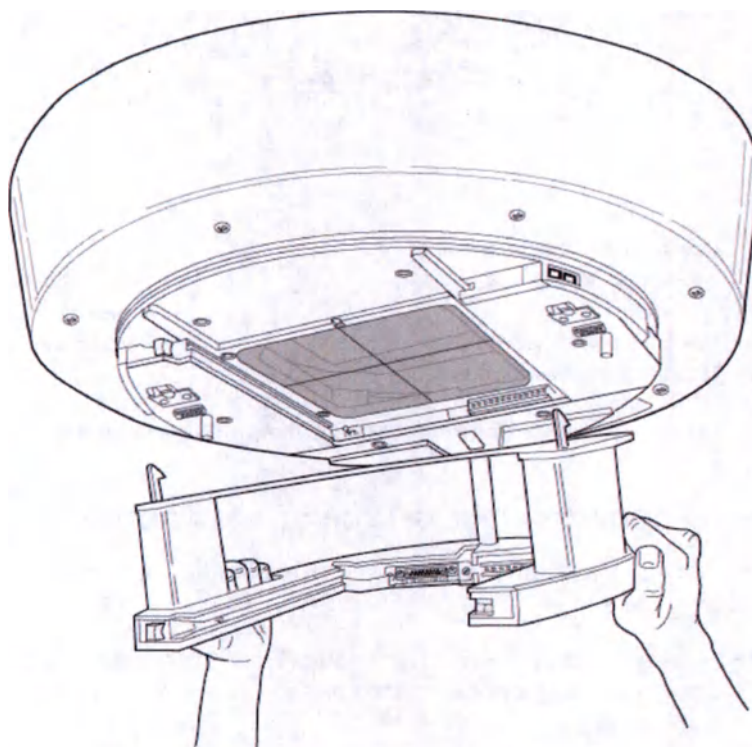

Рис. 53 Монтаж и демонтаж кронштейна для принадлежностей
2. На кронштейне для принадлежностей предусмотрены выемки-рукоятки для рук (см. Рис. 53 Монтаж и демонтаж кронштейна для принадлежностей на стр. 274).